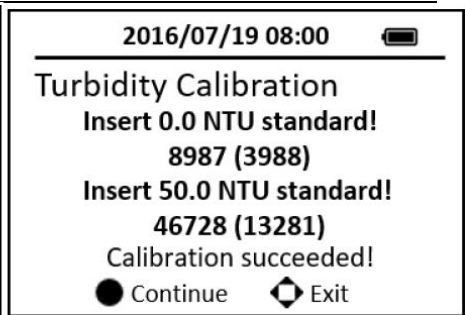

图 20 浊度校准-2
12. 按 **OK** 继续高量程浊度校准。如果不需要高量程校准，按其它任意键退出（图 20）